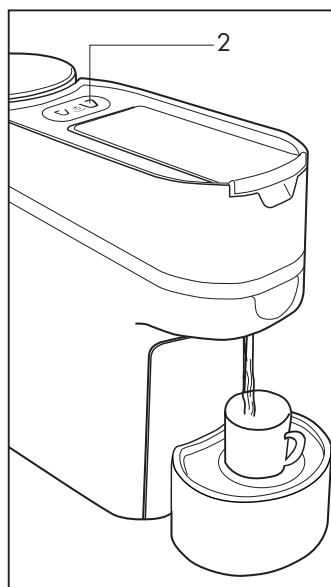

Abb.5
- Die Symbole (2-3) blinken abwechselnd, bis die Temperatur erreicht ist; wenn die Symbole (2-3) fest leuchten, ist das Gerät betriebsbereit. Stellen Sie eine Tasse auf das Gitter und drücken Sie dann die Abgabesymbole (2-3) je nach Modell, das Gerät spendet Wasser (**Abb. 5**)